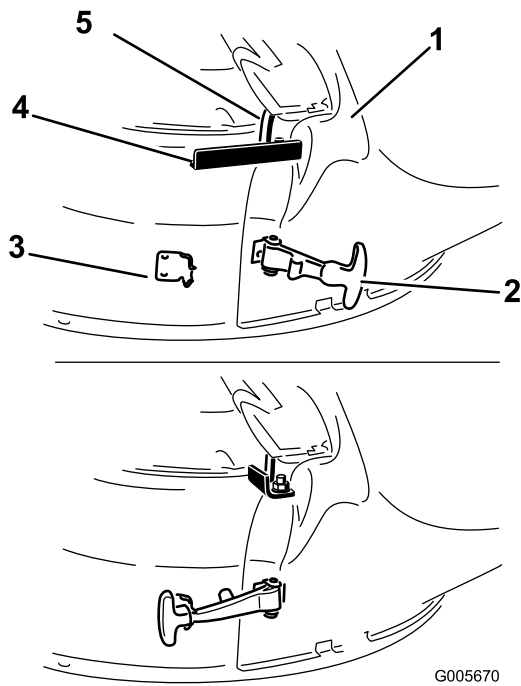

Bild 26
3. Haken Sie zum Befestigen des Auswurfkanals am Mähwerk den flexiblen Verschluss am Auswurfkanal an der Halteklemme ein, die hinter der Öffnung am Mähwerk angeschweißt ist (Bild 26).
4. Befestigen Sie den Befestigungshaken um die Gelenkstange, um die Auswurfkanal in der Stellung zu arretieren (Bild 26).
- Schieben Sie das breite Ende des Auswurfrohrs über das Ende des Auswurfkanals. Schieben Sie die Gummihalterung auf den Auswurfkanal, bis sie über dem Stift am Auswurfrohr einrastet, und der Auswurfkanal befestigt ist (Bild 26).